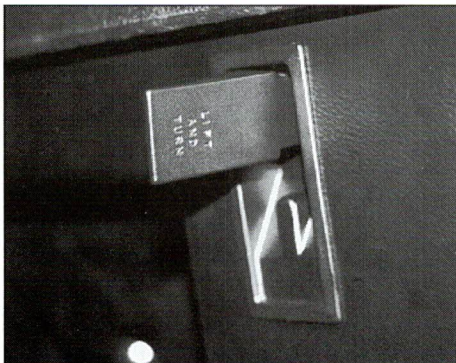

fig. 3.37
- Abdeckung mit einer Hand halten und Verschlusshebel um 90° drehen (fig. 3.37).
- Tenir d'une main le couvercle du compartiment et tourner le levier de 90° (fig. 3.37).
- Tenere il rivestimento con una mano e ruotare la leva di chiusura di 90° (fig. 3.37).